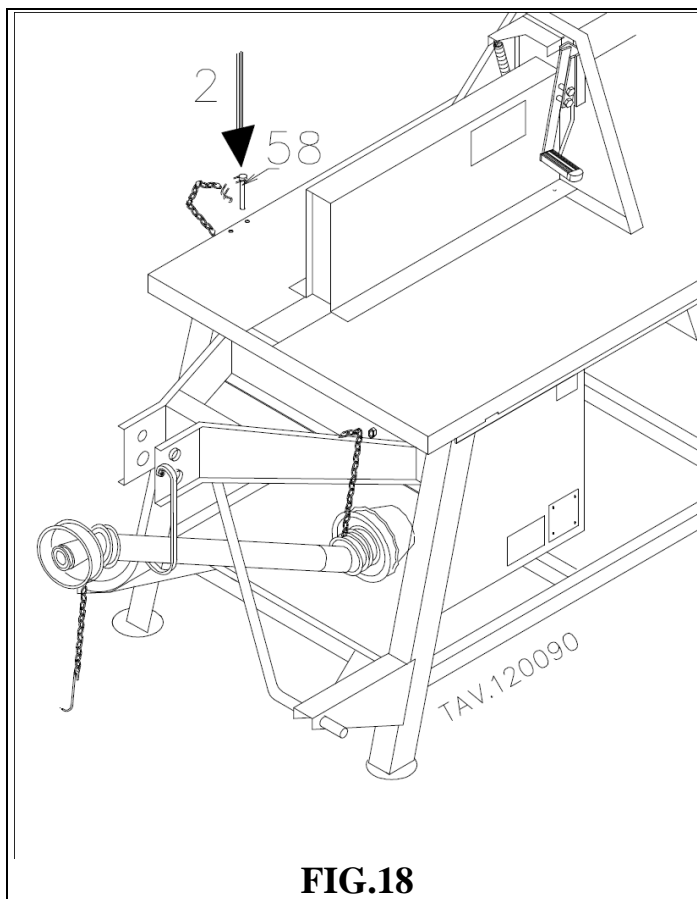

FIG.18
1. Premere verso il basso la leva porta griffe (pos.53) bloccandola con il gancio (pos.13) con catena.
2. Inserire (FIG.18) la copiglia elastica (pos.58) fissata alla catena così che il tavolo scorrevole (pos.18) rimanga bloccato, al fine di evitare danneggiamenti alle parti mobili della macchina, durante le fasi di trasporto.